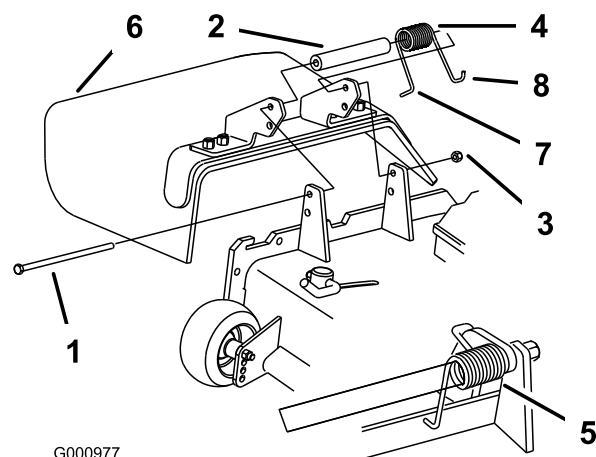

図 2
1. デフレクタのブラケットの間にスペーサとスプリングを入れる (図 2)。スプリングの左側 J デッキのエッジに引っ掛ける。
注 ボルトを取り付ける前に、スプリングの J 字フックがデッキの後部エッジに図 2 のように取り付けられていることを確認してください。
2. ボルトとナットを取り付ける。スプリングの右側の J フックを、デフレクタに引っ掛ける (図 2)。